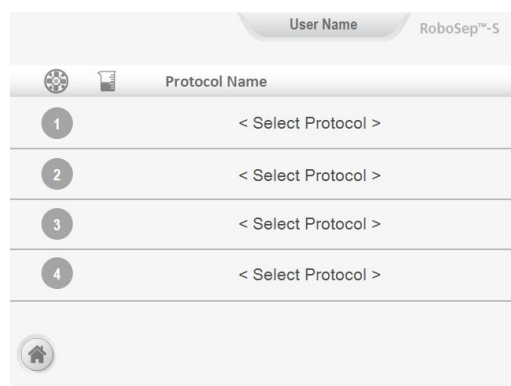

Ilustración 13. Pantalla «Run Samples»
3. Cuando termine la operación de posición de inicio, aparecerá en la pantalla táctil la pantalla «Run Samples» (procesar muestras) (Ilustración 13). Prosiga con las operaciones del RoboSep™-S.